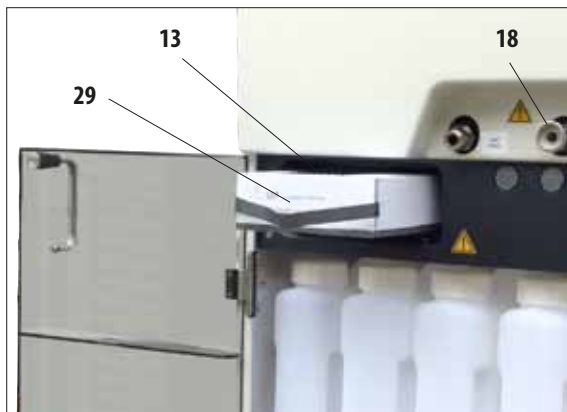

Рис. 5
- Распакуйте и установите фильтр с активированным углём (13) (см. рис. 5).
При подсоединении к выпускному отверстию (рис. 5/6, 18) соединительный элемент (28) шланга должен зафиксироваться с ощутимым щелчком.